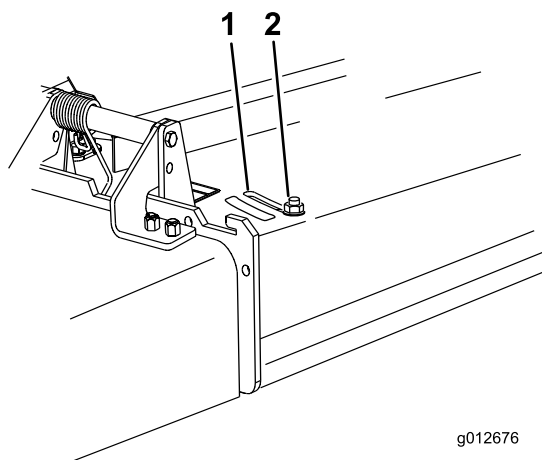

Figura 23
3. Para ajustar o abafador, desaperte a porca (Figura 23).